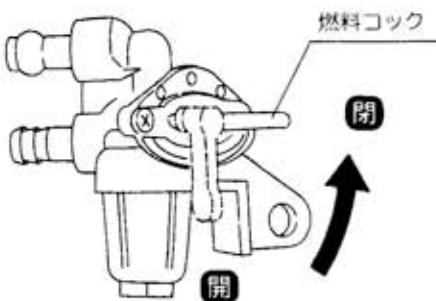

図39
- エンジン停止後、必ずコックを【閉】位置にしてください。(図39)